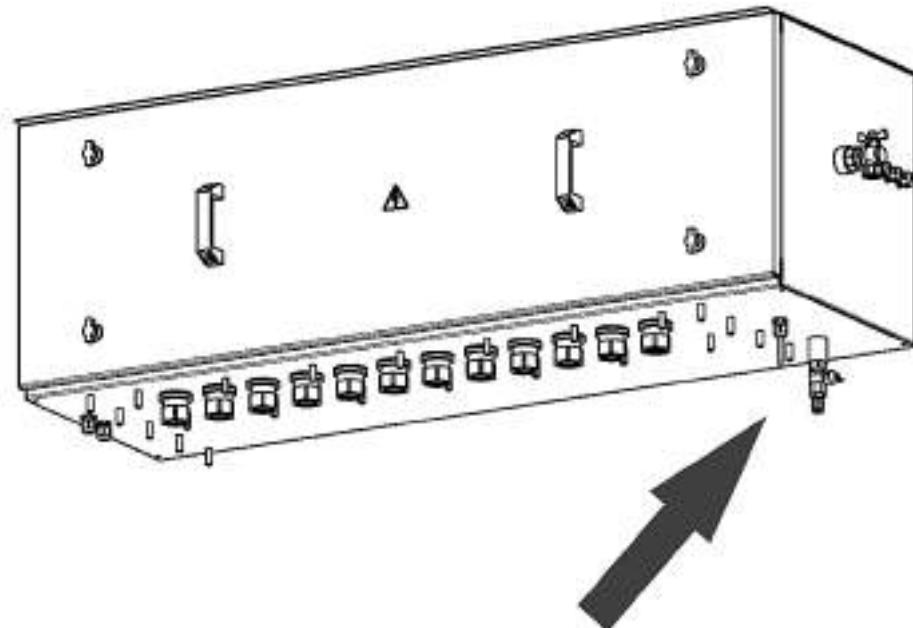

Рисунок 6
- | разместить под краном (под трубкой для теплоизолированных фильтров) ёмкость для сбора жидкости (рисунок 6);